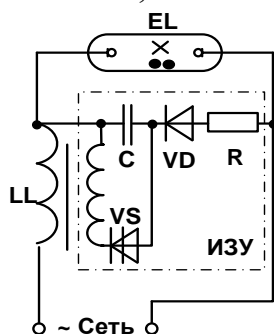

Рис.4.1. Типовая схема включения натриевой лампы типа ДНаТ.
2. По типовой схеме включения натриевой лампы рис.4.1 уяснить основные блоки и узлы, их назначение и принцип работы.
3. Соберите схему рис.4.1 с включением необходимых измерительных приборов и под наблюдением преподавателя проведите испытания и снимите пусковые характеристики натриевой лампы  $I_{\text{л}} = f_1(t)$ ,  $U_{\text{л}} = f_2(t)$ ,  $P_{\text{л}} = f_3(t)$ ,  $E_{\text{к}} = f_4(t)$ .
На рис.4.1. Представлена типовая схема включения натриевой лампы высокого давления типа ДНаТ. Для обеспечения включения лампы **EL** в схеме предусматривается импульсное зажигающее устройство (ИЗУ), которое в начальный период включения лампы вырабатывает высокочастотные импульсы частотой 500 Гц и напряжением до 4,5 кВ, которые прикладываются к лампе и обеспечивают её разжигание, после чего блок ИЗУ отключается.